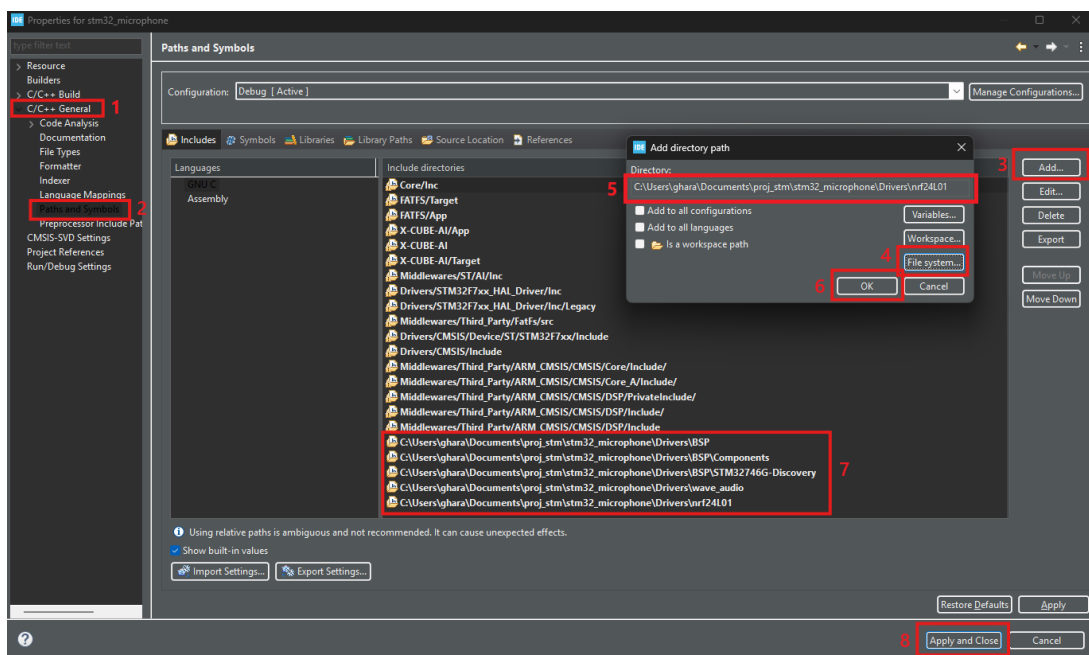

Figure 27 : Intégration des chemins des drivers au modèle
5. Maintenant on doit inclure le chemin des dossiers qu'on vient d'ajouter afin qu'il soit pris en considération, pour ce faire, on fait un clic droit sur le projet >> **Properties >> C/C++ General >> Path and Symbols >> Add >> File system >> choisir le path de chaque dossier ajouter >> Apply and close**, finalement la liste des paths ressemblera à ceci (Figure 27) :